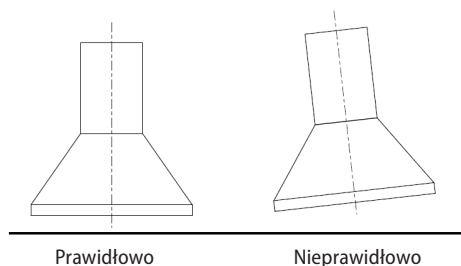

Rys. 3
2. Na ścianie za kuchenką lub płytą grzewczą zaznaczyć minimalną wymaganą wysokość montażową (**650 mm** w przypadku elektrycznej i **750 mm** w przypadku gazowej płyty grzewczej), (Rys. 3).